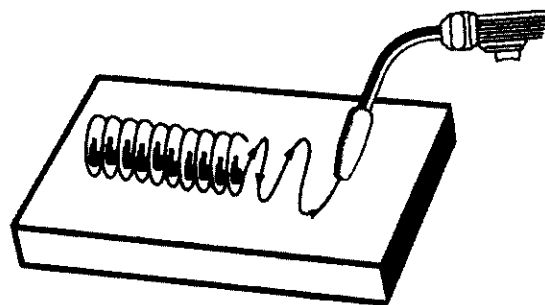

Figura 13. Cordón tejido
2. **CORDÓN TEJIDO** (Figura 13) se usa cuando se quiere depositar metal sobre un espacio más amplio que el que sería posible cubrir con el cordón de refuerzo. Se hace deslizando la pistola de un costado a otro. Es mejor detenerse en el extremo de cada lado antes de regresar hacia el otro extremo.